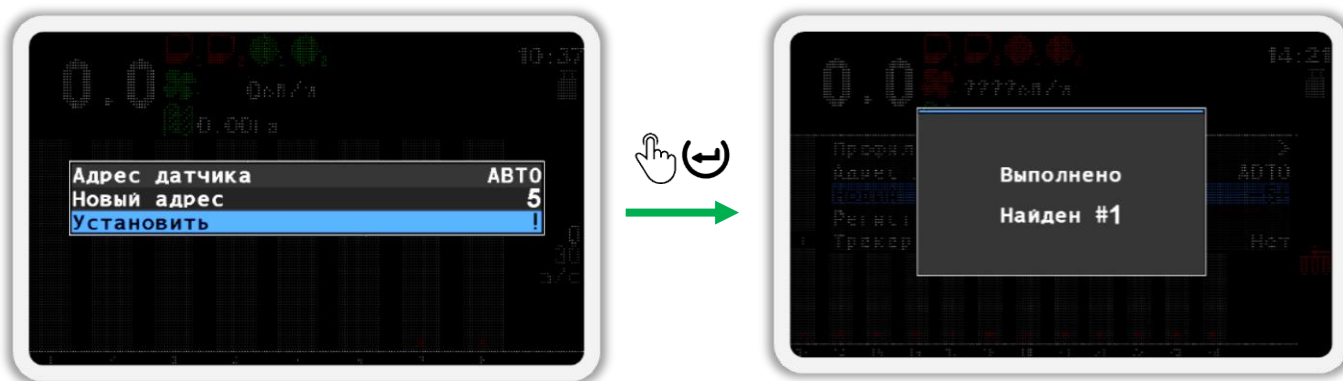

Рисунок 76
2. В экране меню «Конфигурация датчиков» (см. Рисунок 74 п.4), кнопками  «Вверх» и  «Вниз» выберите пункт  «Датчик высева» и нажмите кнопку  «Меню». В результате откроется меню «Датчик высева». (см. Рисунок 76 слева).
3. Кнопками  «Вверх» и  «Вниз» выберите пункт  «Адрес датчика» и убедитесь, что выбрано значение «АВТО» (см. Рисунок 76 слева). Для изменения этого параметра используются кнопки  «Плюс» и  «Минус».
4. Кнопками  «Вверх» и  «Вниз» выберите пункт  «Новый адрес» и кнопками  «Плюс» и  «Минус» задайте новый программный адрес (см. Рисунок 76 слева).
5. Кнопками  «Вверх» и  «Вниз» выберите пункт  «Установить» и нажмите кнопку  «Меню». В результате удачного переименования на экран будет выведено сообщение - «Выполнено» (см. Рисунок 76 справа).